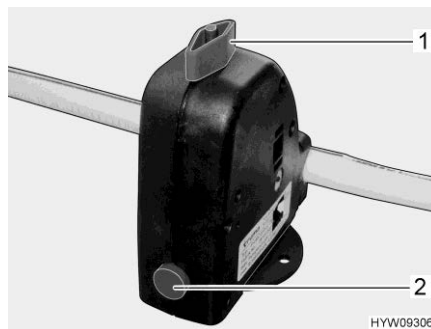

Fig. 211 Valve de sécurité et de vidange (chauffe-eau)
Le chauffe-eau est équipé d'une valve de sécurité et de vidange (Fig. 211). La valve de sécurité et de vidange empêche que l'eau ne gèle dans le chauffe-eau lorsque le chauffage n'est pas allumé en cas de gel.
- Fermer la valve de sécurité et de vidange. Tourner pour cela le bouton rotatif (Fig. 211,1) dans le sens transversal par rapport à la valve de sécurité et de vidange et enfoncer le bouton-poussoir (Fig. 211,2).
- Ouvrir la valve de sécurité et de vidange. Tourner le bouton rotatif (Fig. 211,1) dans le sens longitudinal par rapport à la valve de sécurité et de vidange. Le bouton-poussoir (Fig. 211,2) ressort. Le chauffe-eau est vidé à l'extérieur par le biais de la valve de sécurité et de vidange.